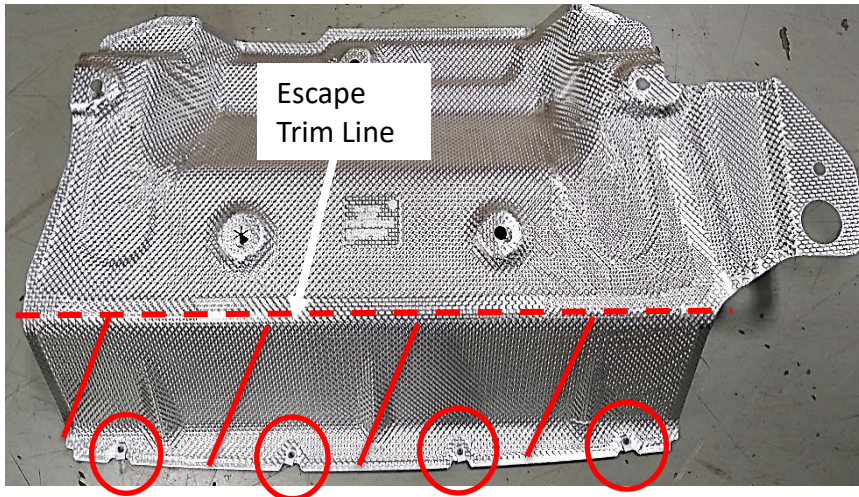

Figure 2
1. Abaisser l'échappement du véhicule – À l'aide d'une pince pour échappement, abaisser le silencieux en retirant un (1) support en caoutchouc le plus à l'arrière du côté conducteur et un support en caoutchouc le plus à l'arrière du côté passager. **Remarque** : S'assurer de supporter l'échappement avant d'enlever les supports en caoutchouc. La vaporisation d'un lubrifiant ou d'eau savonneuse sur les supports en caoutchouc facilite leur extraction des tiges métalliques.
2. Découper l'écran thermique – Retirer quatre (4) vis qui fixent l'écran thermique et découper selon la **Figure 2** (Ford Escape) ou la **Figure 3** (Lincoln Corsair). Remettre les vis et la découpe au propriétaire. **Remarque** : L'écran thermique peut être découpé sans le retirer complètement.